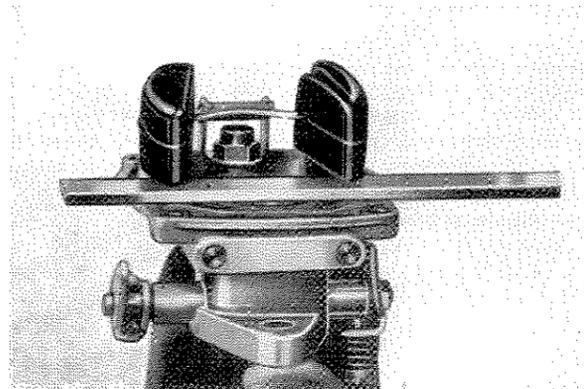

Fig. 34 - Controllo galleggianti
- Verificare che i galleggianti non siano in contatto con le pareti della vaschetta. Verificare eventuali deformazioni della piastrina di sostegno osservando la posizione dei galleggianti rispetto ad un piano posto sotto di essi. Ciò va eseguito estraendo lo spillo e appoggiando entrambe le estremità dei galleggianti su una squadretta (fig. 34).